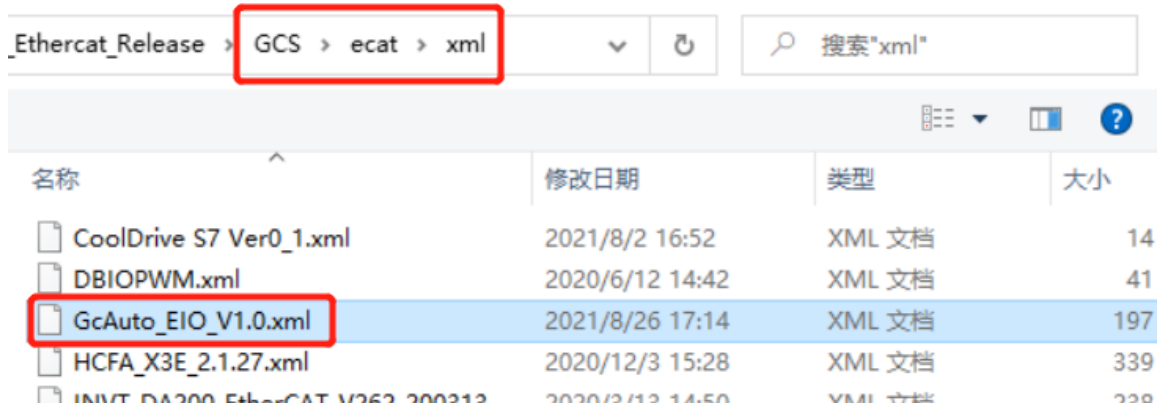

图 2.1.3 从机设备 xml 文件
② 点击【加载】，选择提供的 xml 文件，如图 2.1.3；